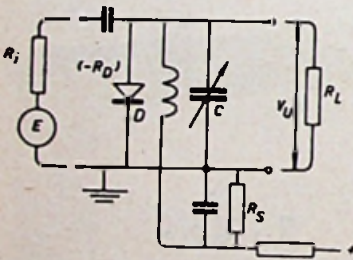

Fig. 3
a) Afgestemde versterker (fig. 3)